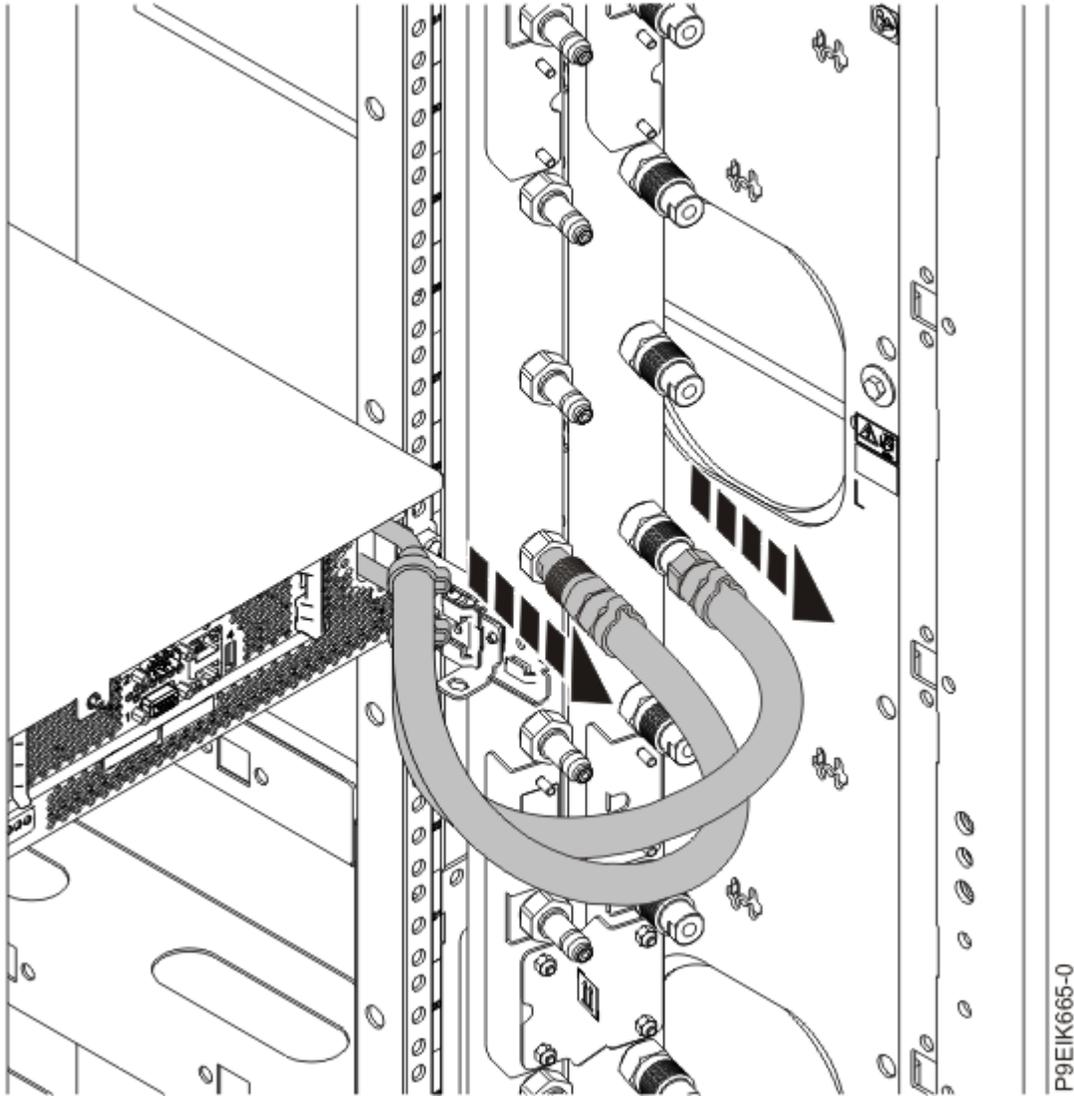

図 179. 冷却水ホースの切り離し
8. ラック内の各サーバーのマニフォールドで、冷却水ホースにラベルを付け、ホースを切り離します。連結部を手前に引いて、冷却水ホースを切り離してください (200 ページの図 179 を参照)。